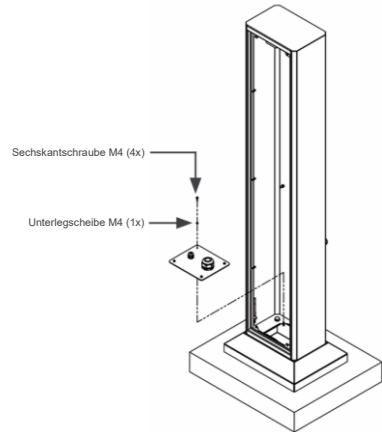

Abbildung 4.8: Erdungspunkt des WEMOB-Ladesäuleflansches
Nachdem Sie das Ladesäule an der Produktbasis befestigt haben, ernen Sie den Flansch mit einer (1) M4-Kontaktunterlegscheibe, die im Lieferumfang enthalten ist, in einer der Befestigungsbohrungen des Flansches, wie in Abbildung 4.8 dargestellt. Das empfohlene Anzugsmoment beträgt 3 Nm.